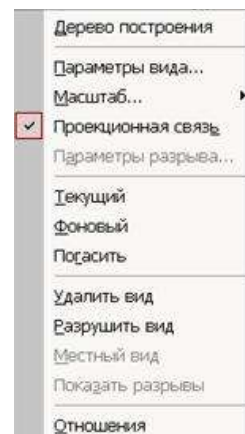

Рисунок 34 -Контекстное меню редактирования вида
2. Щелкнуть правой клавишей мыши внутри габаритной рамки для вызова контекстного меню (рис.34).